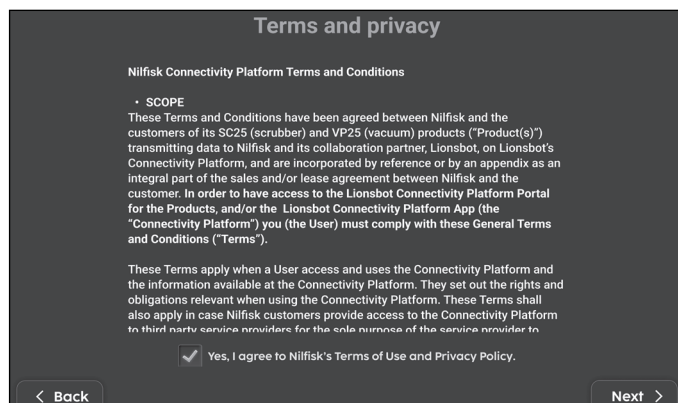

Abbildung 14
3. Lesen und akzeptieren Sie die Nutzungsbedingungen und die Datenschutzrichtlinie **(Abb. 14)**.